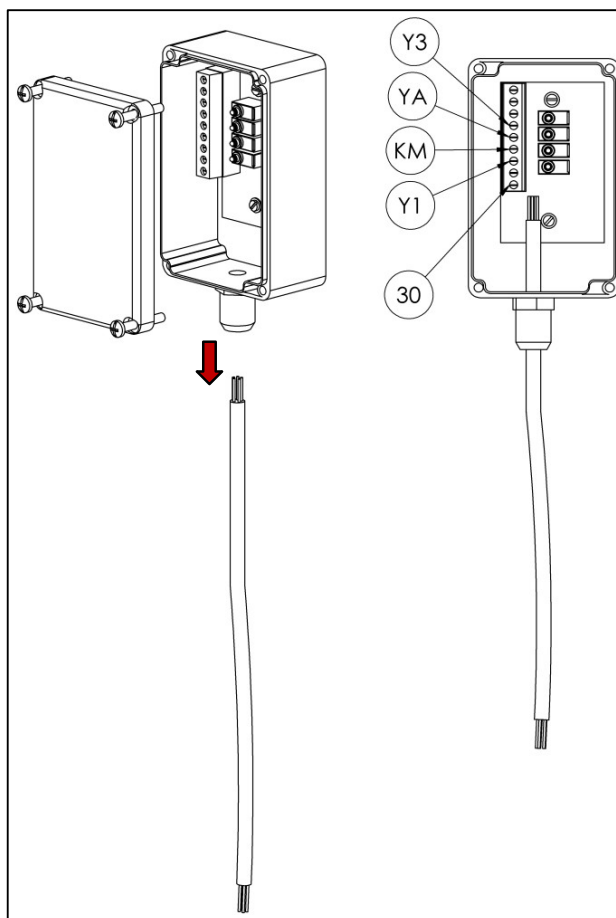

Fig. 36
- Desconecte la caja del interruptor de servicio del cable aflojando los terminales de tornillo en la carcasa (vea la Fig. 36).
- Vuelva a conectar el interruptor de servicio al cable como se muestra en Fig. 36.